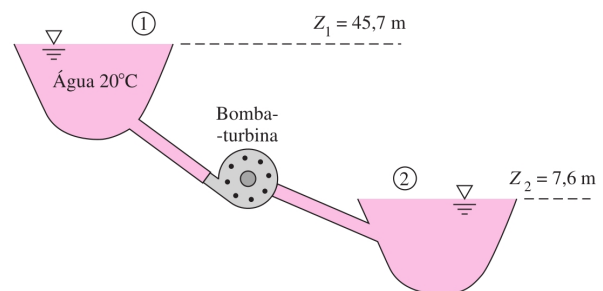

Figura 7: Bomba-turbina.
**Exercício 7.** O sistema bomba-turbina da figura 7 retira água do reservatório superior durante o dia para produzir energia elétrica para uma cidade. À noite, o sistema bombeia água do reservatório inferior para o superior para restaurar a situação. Para uma vazão de projeto de  $56,8 \text{ m}^3/\text{min}$  em ambas as direções, a perda de carga por atrito é de  $5,2 \text{ m}$ . Calcule a potência em  $\text{kW}$  (a) extraída pela turbina e (b) entregue pela bomba. **Respostas:** (a)  $\dot{W}_{turbina} = 3,06 \times 10^5 \text{ W}$ ; (b)  $\dot{W}_{bomba} = 4,02 \times 10^5 \text{ W}$ .